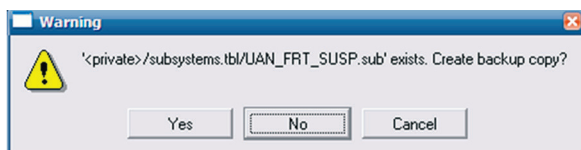

Figura 4.197 – Alteração da coordenada.
- Nesse caso, selecione *No* na caixa de diálogo (Figura 4.197). O arquivo do subsistema será substituído pelo arquivo modificado no diretório padrão (*default writable database*).